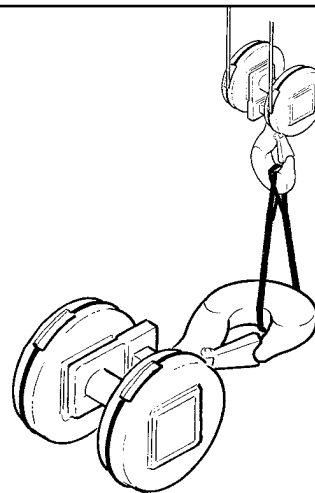

fig. 33
3. Liberare il bozzello dalle legature, ove presente come collo separato e non già montato sul paranco, e posizionarlo a terra, avendo cura di sollevarlo con idonei mezzi quando il suo peso supera i 30 kg (la massa, quando necessario, è indicata sul collo). Utilizzare sempre il gancio quale punto di imbracatura ovvero di presa nel caso di movimentazione manuale (fig. 33).